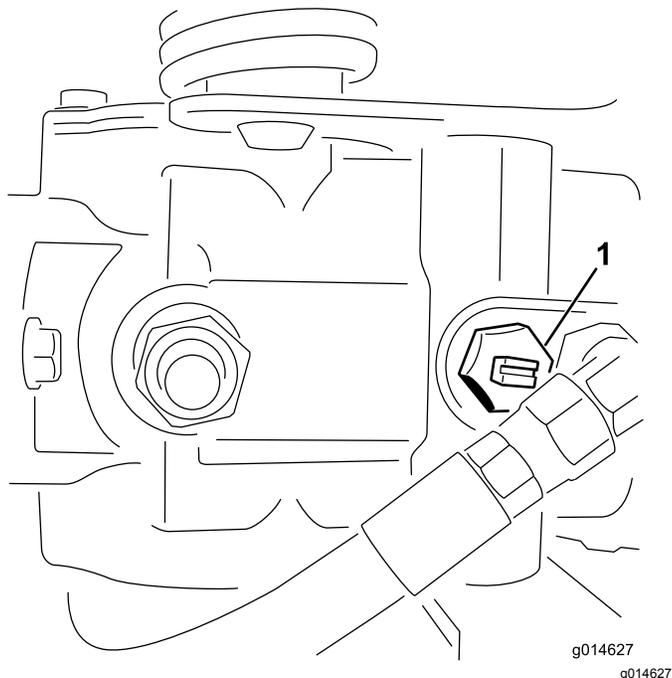

Рисунок 43
1. Найдите на насосе перепускной клапан и поверните его так, чтобы паз был вертикален (Рисунок 43).
2. Перед запуском двигателя закройте перепускной клапан, повернув его так, чтобы паз был горизонтален (Рисунок 43). Не запускайте двигатель, когда клапан открыт.